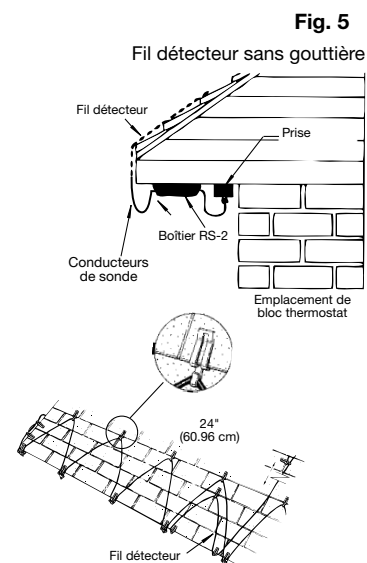

Fig. 5
8. Toit sans gouttière - Installer le fil de sonde le long du tissu triangulaire du câble chauffant tel qu'indiqué à la Fig. 5 et fixer Boîtier principale sous l'avant-toit, tel qu'illustré à la Fig. 5.